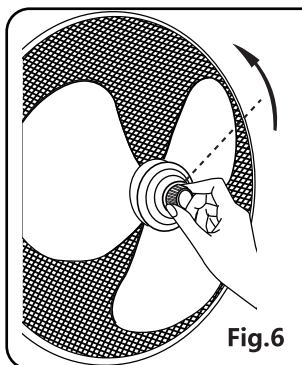

Fig.6
2. Insérez les pales sur l'arbre moteur. Assurez-vous que l'axe de l'arbre moteur s'insère dans la rainure des pales. Tournez le cône dans le sens antihoraire pour bien fixer les pales. (Fig. 6)